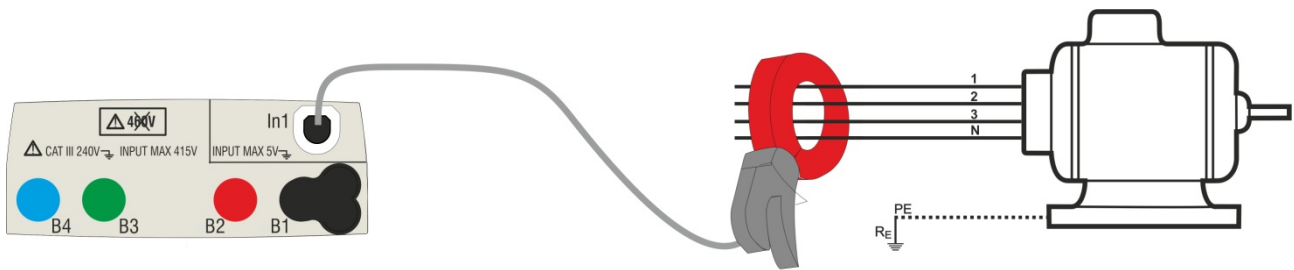

Abb. 22: Indirekte Messung eines Leckstroms in einer dreiphasigen Installation
4. Zur indirekten Messung des Leckstroms schließen Sie die externe Stromzange entsprechend Abb. 22 an. Zur direkten Messung des Leckstroms schließen Sie die externe Stromzange entsprechend Abb. 23 an und trennen Sie alle möglicherweise vorhandenen zusätzlichen Erdungen, welche die Testergebnisse beeinflussen können.